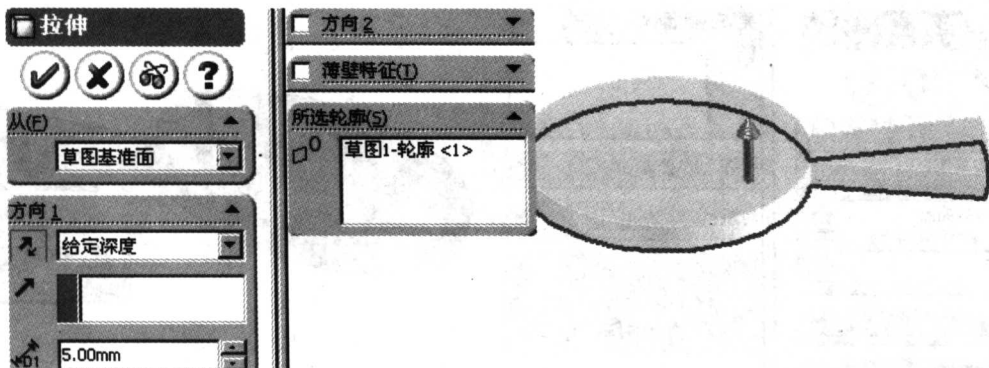

图 1-28 位伸属性管理器
(3) 拉伸。单击特征工具栏上的“拉伸凸台/基体”图标按钮, 弹出“拉伸凸台/基体”属性管理器, 在绘图区中选择草图 1 绘制的轮廓作为所选轮廓, 在属性管理器中选择拉伸类型为“给定深度”, 输入拉伸距离 5, 如图 1-28 所示, 单击“确定”图标按钮.